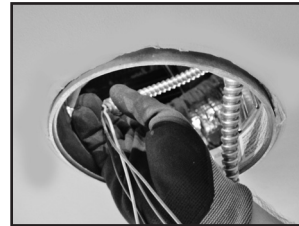

Figura 23.
8. Pase los cables de alimentación desde la unidad del controlador adaptador a través del expulsor que se extrajo en la caja de derivación e inserte el conector de colocación a presión en la caja de derivación (Figura 23.).